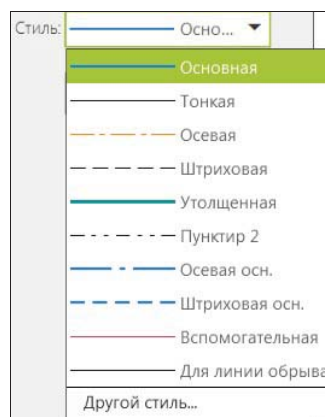

Рис. 5.4. Выпадающее меню окна Стиль
- ◆ окно **Стиль** для выбора стиля отрисовки линий из выпадающего меню (рис. 5.4);